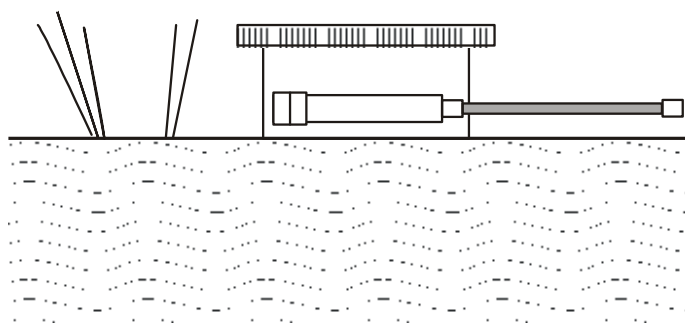

Рисунок 2
2.3.3 При установке изделия на поверхность грунта (рисунок 2) необходимо расчистить место установки от растительности, неровностей и камней. Установить изделие торцевой стороной на подготовленную поверхность, плотно прижав к грунту. Присыпать МС и часть кабеля грунтом.